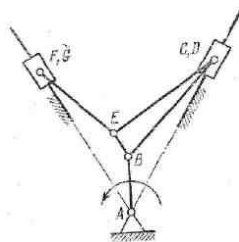

Рисунок 2.
1. Выполнить разложение механизма по группам Ассура и первичным механизмам (рисунок 2). Записать формулу строения механизма: